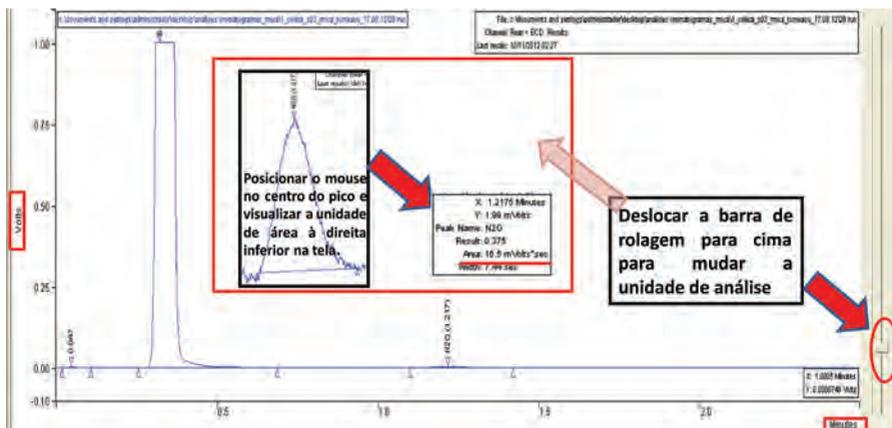

Figura 35. Procedimentos de mudança de grandeza para integração e análise de resultados.
- Clicar na barra de rolagem para mudar unidade de volts min-1 para mvolts sec-1 para poder executar a integração cromatográfica. Com a visualização do pico, colocar o mouse no centro do pico em análise e observar um quadro de informação no lado direito inferior da tela do computador (Figura 35).